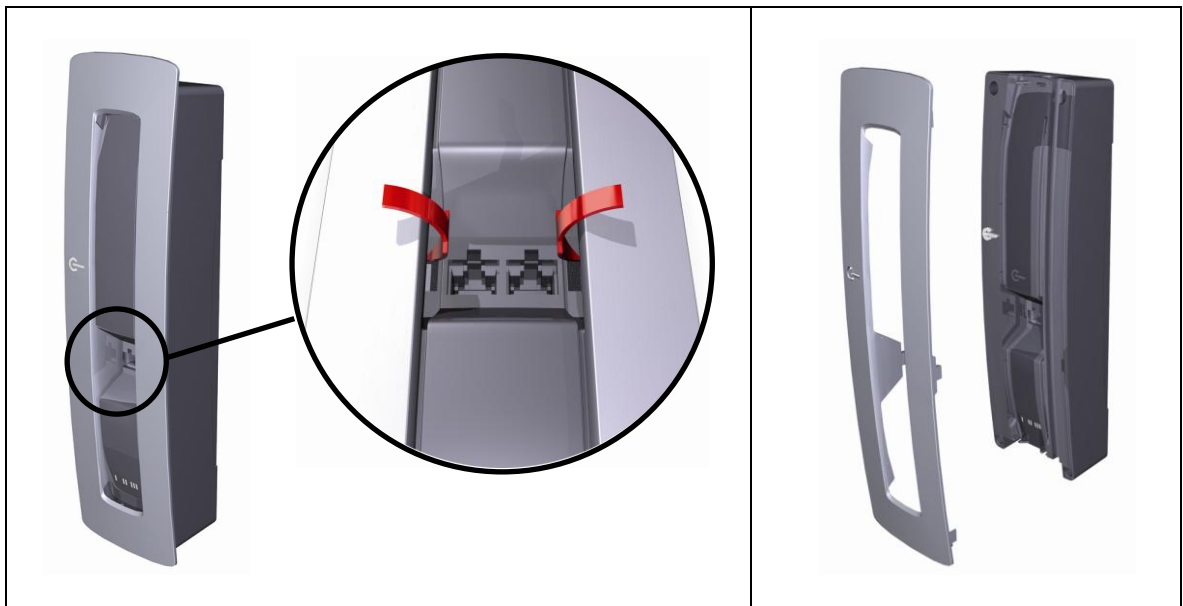

Abbildung 8 Montage der Steuerung Motion Manager 2 / 3
- 1 Drücken Sie auf die Innenseiten des Decorrahmens der Steuerung (wie in Abbildung 8 gezeigt) und ziehen Sie den Decorrahmen von der Steuerung ab.